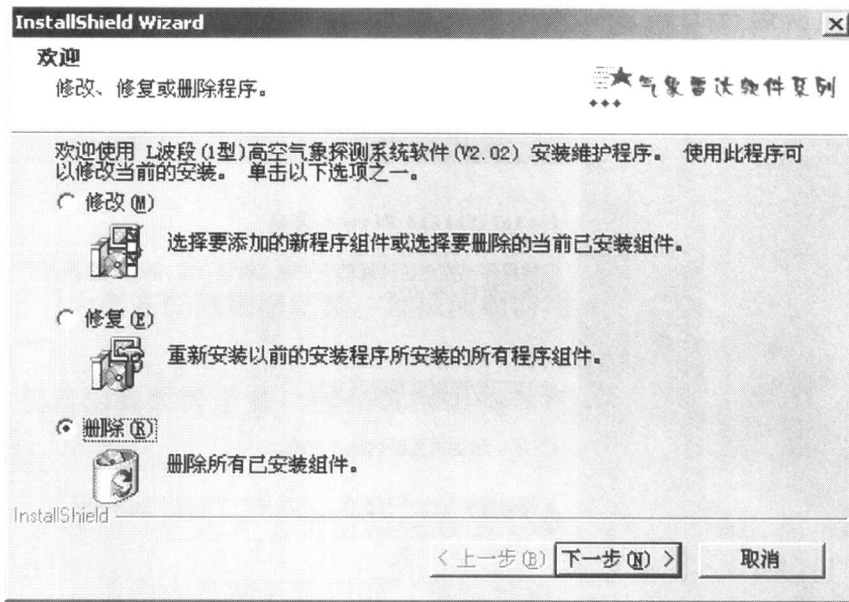

图 1
2. 在图 1 所显示的对话框中选择“删除”，删除所有已安装组件；